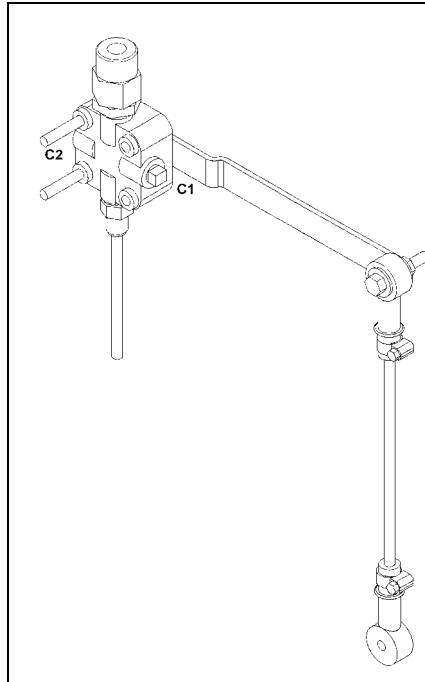

FIGURE 6
9. Fixer le levier de commande à la tringlerie à l'aide de boulon, rondelle et écrou. Insérer le tee de golf fourni dans les trous prévus du levier et de la soupape pour les bloquer, utiliser les écrous de réglage sur la tige pliée pour garder le levier de commande aussi horizontal que possible, reconnecter les canalisations. Le trou allongé situé sur le support peut être utilisé pour un réglage final. Se référer à la figure 6 pour une vue en perspective de l'installation.